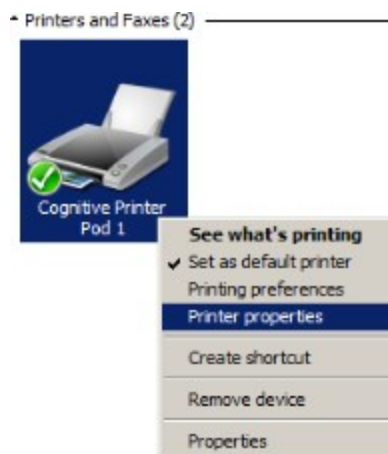

Figure 17-3: Valitse Tulostimen ominaisuudet
4. Napsauta kyseessä olevan Cognitive-tulostimen kuvaketta hiiren kakkospainikkeella ja valitse ponnahdusvalikosta **Printer Properties** (Tulostimen ominaisuudet), kuten Figure 17-3 näytetään.